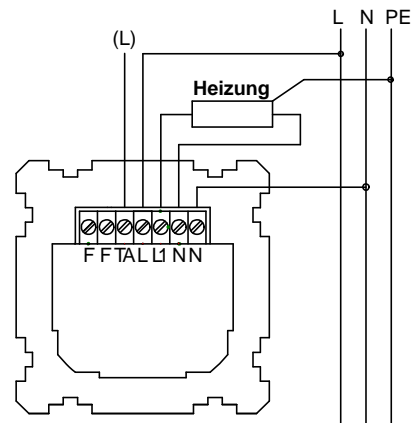

Fig.1
- Beachten Sie beim Anschluss bitte die Fig. 1